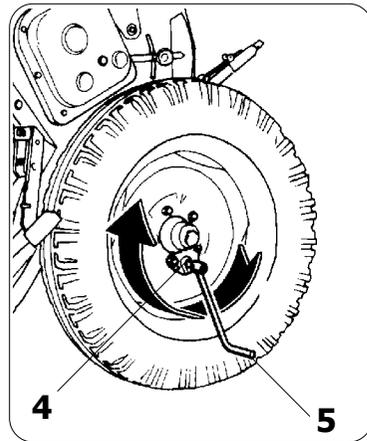

Fig. 16
TERZO: collocare la monovella (5) nel fermo esterno della ruota destra (4) e far girare la ruota alcune volte fino a che il fertilizzante inizia a cadere nella cassetta (fig. 16). Togliere il fertilizzante ed effettuare le rotazioni in base alla tabella seguente: